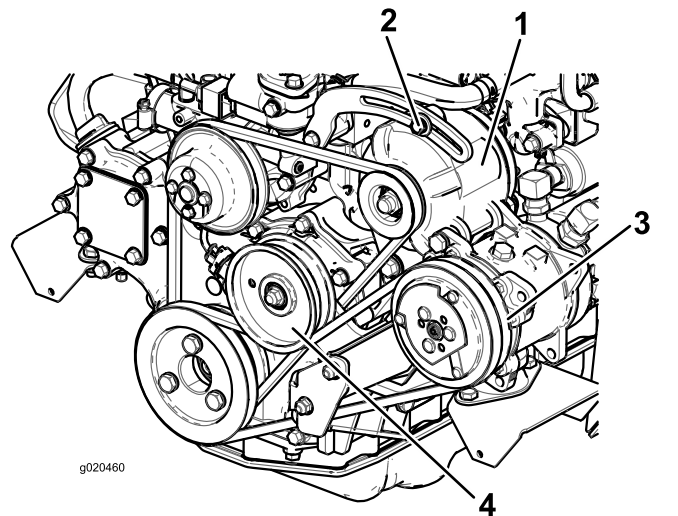

Figura 100
Se la flessione non è di 10 mm, allentate i bulloni di fissaggio dell'alternatore (Figura 100).
- Se la flessione non è di 10 mm, allentate il bullone di fissaggio della puleggia tendicinghia (Figura 100).